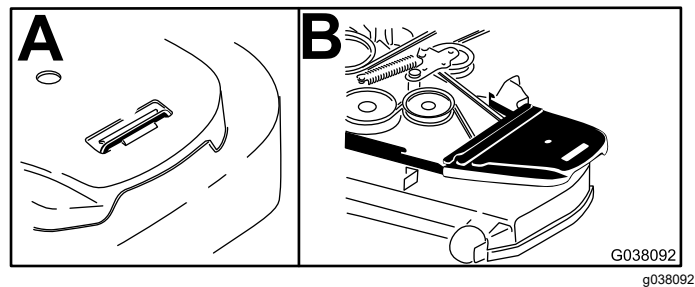

Figure 19
2. Déposez le protège-courroie droit (Figure 19).